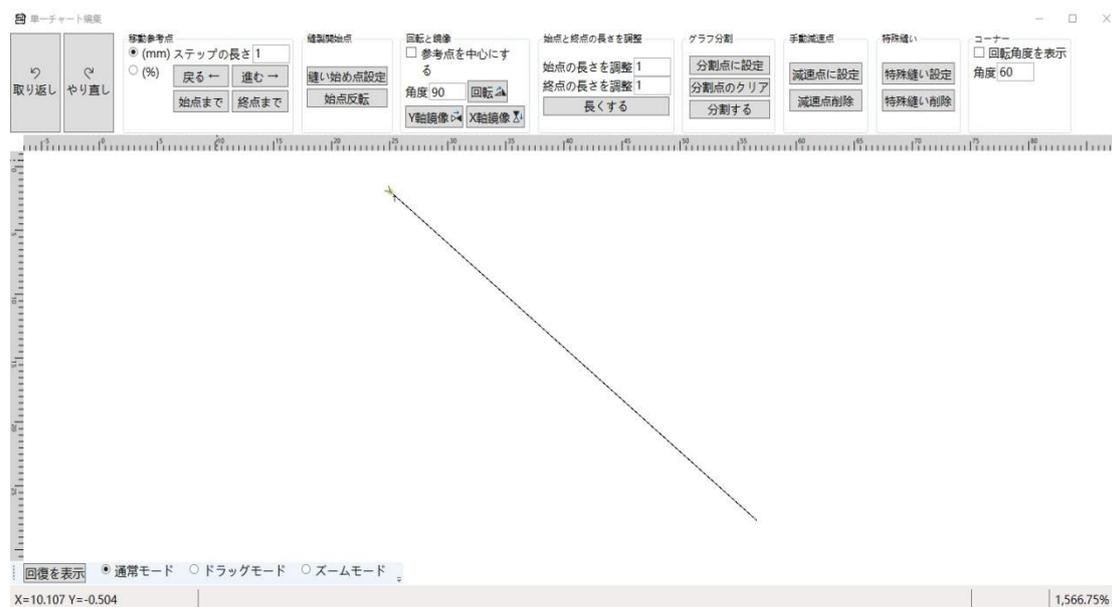

図 5.6 単一図形編集
単一図形を編集するには、次の3つの方法があります。①メインページで図形を選択し、「単一図形編集」ボタンをクリックします。②メインページの図形リストで図形名をダブルクリックします。③一括編集ページで図形を選択し、「単一図形編集」ボタンをクリックします。単一図形編集ページは図 5.6 の通りです。